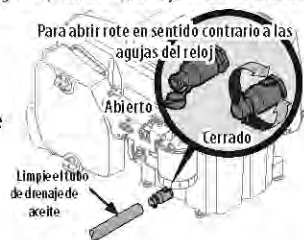

Figura 35
4. Abra la tapita protectora del extremo de la válvula de drenaje para visualizar el orificio de drenaje. Consulte la Figura 35.